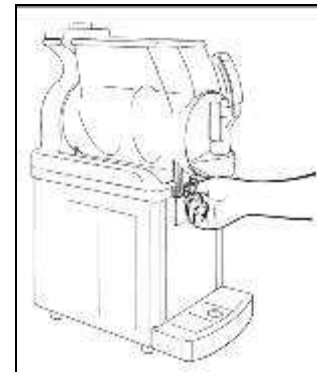

Abb. 14
- Schrauben Sie die Griffe ab (Abb. 14).